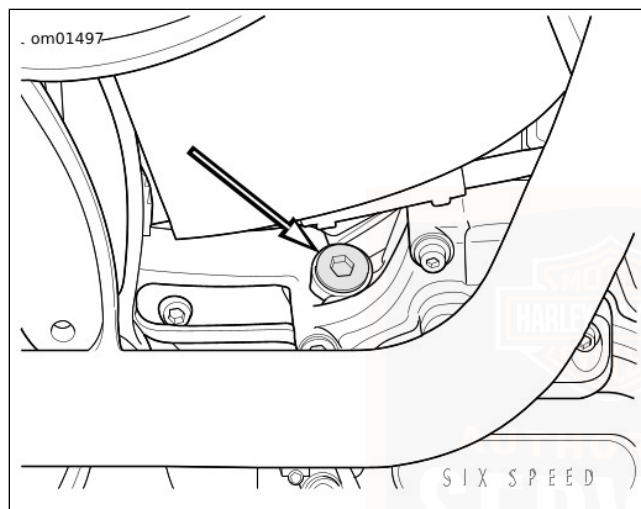

Figura 31. Posizione del tappo del rifornimento/astina di livello dell'olio del cambio
2. Vedere Figura 31. Togliere il tappo filettato di rifornimento/astina di livello girandolo in senso antiorario.
1. Vedere Figura 31. Togliere il tappo del rifornimento/astina di livello dell'olio del cambio.